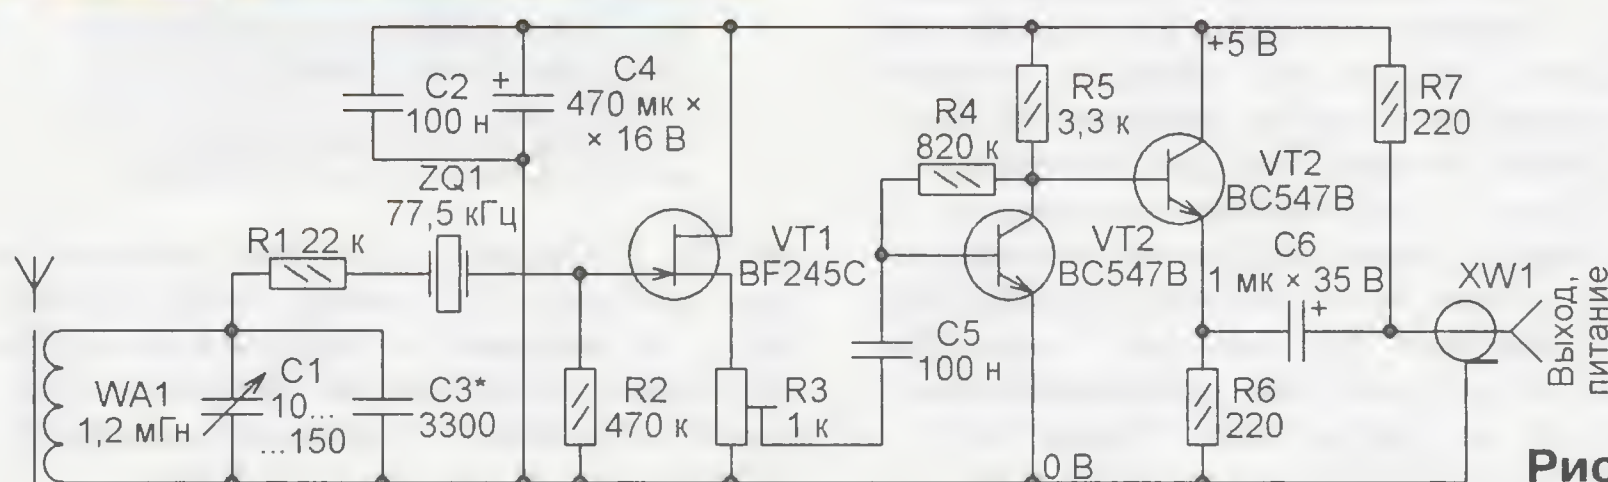

Рис. 6
**Активная магнитная антенна ДВ (рис. 6 <http://www.dd7yb.de/Projekte/DCF-77-Ant-RX.pdf>).** Собственно антенна WA1 состоит из 150 витков изолированного провода диаметром 0,3 мм, намотанных в один слой на ферритовом стержне диаметром 10 мм и длиной 110 мм. Включённый последовательно в цепь принимаемого сигнала кварцевый резонатор ZQ1 обеспечивает высокую избирательность приёма сигналов станции точного времени DCF77. Передатчик мощностью 50 кВт, работающий в диапазоне ДВ на частоте 77,5 кГц, находится в Германии. Однако его сигнал можно принимать на расстоянии до 2000 км, в том числе на территории Украины, Белоруссии и западных областей России. Кроме прямого назначения — приёма сигналов точного времени и прогноза погоды — устройство можно использовать для калибровки приёмников и частотомеров по несущей частоте сигналов станции DCF77, которая стабилизирована с помощью атомных эталонов частоты.